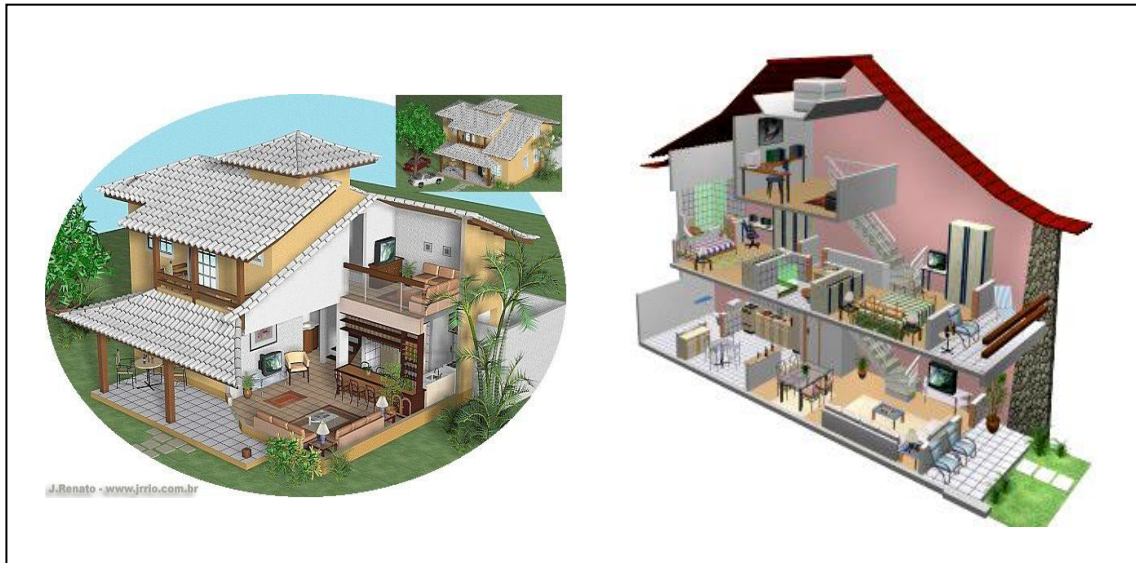

FIGURA 3 – MAQUETE ELETRÔNICA
- Utilizar ferramentas gráficas computacionais (Figura 3);